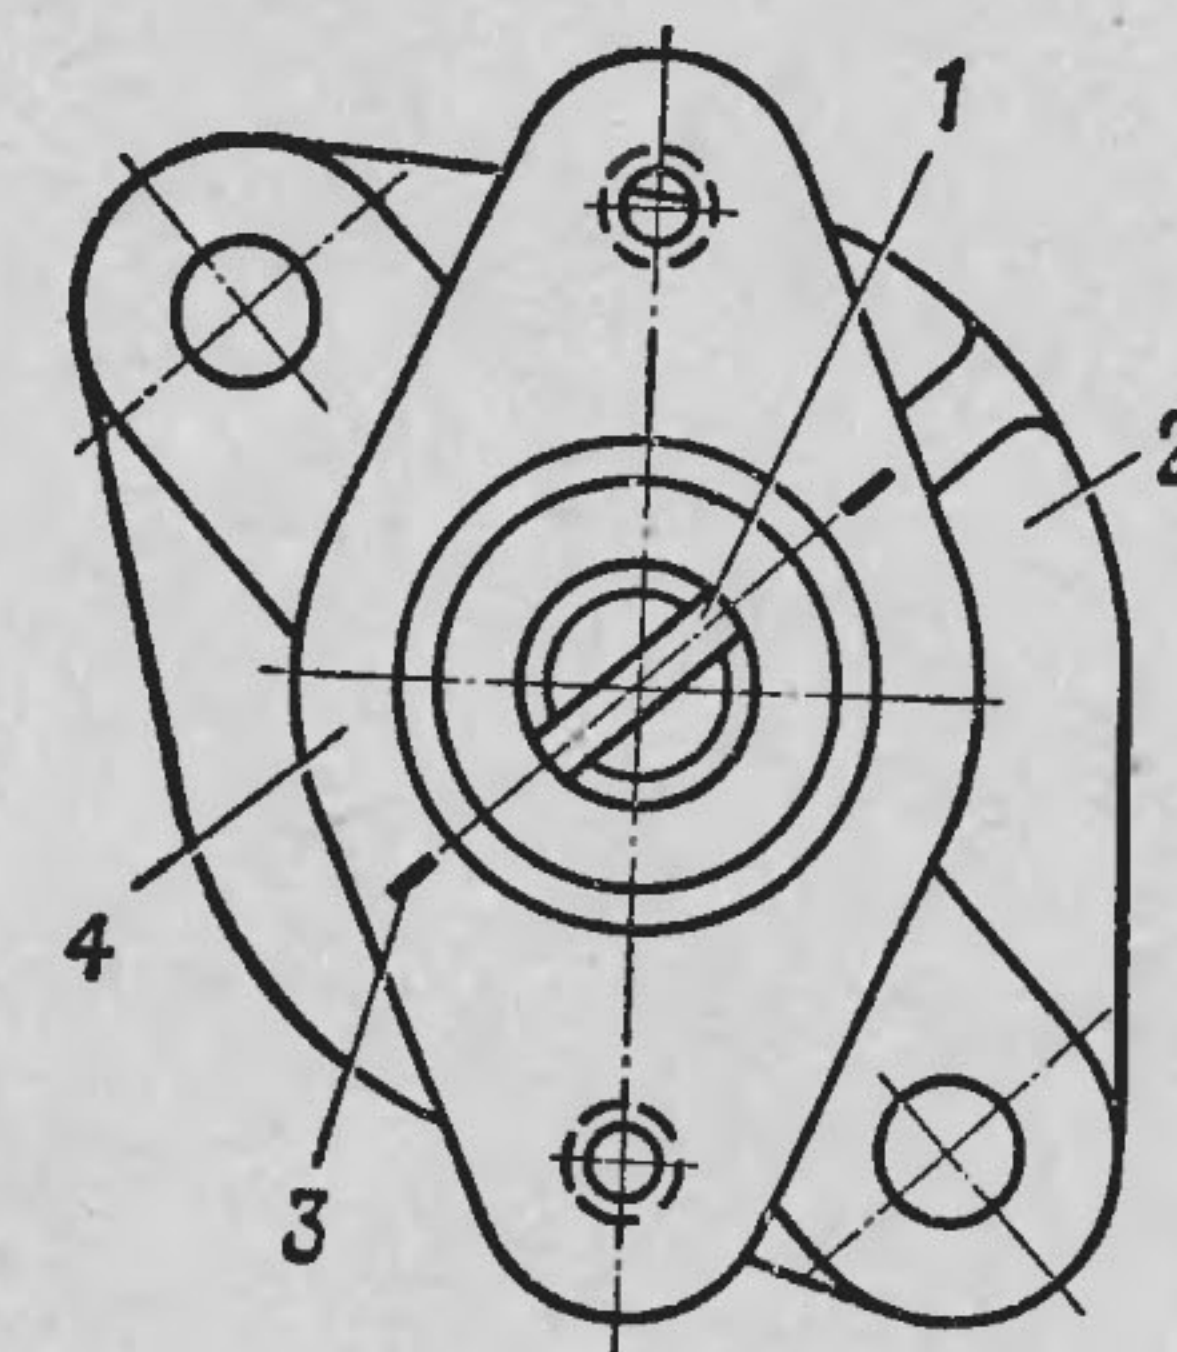

Рис. 46. Установка привода распределителя зажигания:
2. Расположить паз 1 (рис. 46) на валу привода распределителя в сборе параллельно рискам 3, расположенным на верхнем фланце корпуса привода распределителя.